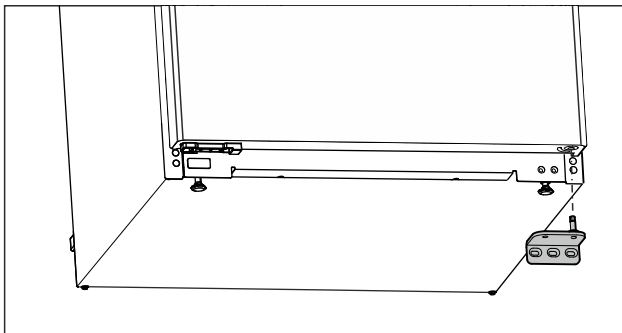

Fig. 8
- ▶ Desmontar el soporte del cojinete hacia abajo. (consulte Fig. 8)